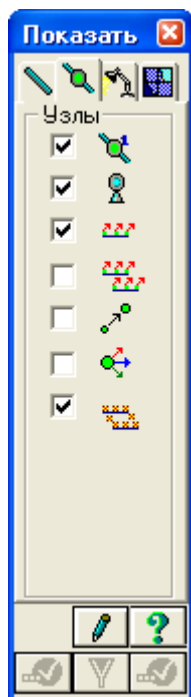

Рис.2.4. Диалоговое окно Показать
- В диалоговом окне **Показать** (рис.2.4) перейдите на вторую закладку **Узлы** и установите флажок **Номера узлов**.
- Для вывода на экран номеров элементов, в диалоговом окне **Показать** (рис.2.4) перейдите на первую закладку **Элементы** и установите флажок **Номера элементов**.